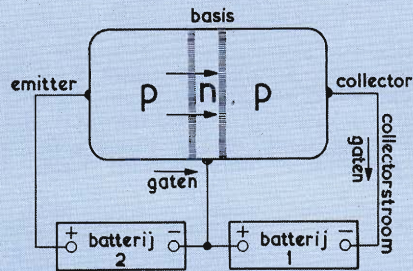

Fig. 7. Batterij 2 wordt aangesloten. Door de transistor ontstaat een stroom van gaten, die naar batterij 1 wordt afgevoerd (de collectorstroom).
Op de emitter-basisdiode wordt vervolgens een tweede batterij (2) aangesloten, waarbij er voor gezorgd wordt dat de emitter positief is ten opzichte van de basis (fig. 7). Dit heeft onder meer tot gevolg, dat van de emitter (p-germanium) een groot aantal gaten naar de basis stroomt. Aangezien het laagje dat de basis vormt, uiterst dun is, bereiken de meeste gaten het grensgebied tussen basis en collector, zonder door een elektron te zijn bezet. Door de negatieve lading van de collector worden de gaten — die een positieve lading vertegenwoordigen — uit het grensgebied weggezogen en naar batterij 1 afgevoerd. Er ontstaat dus een elektrische stroom tussen batterij en collector; deze stroom wordt de **collectorstroom** genoemd.